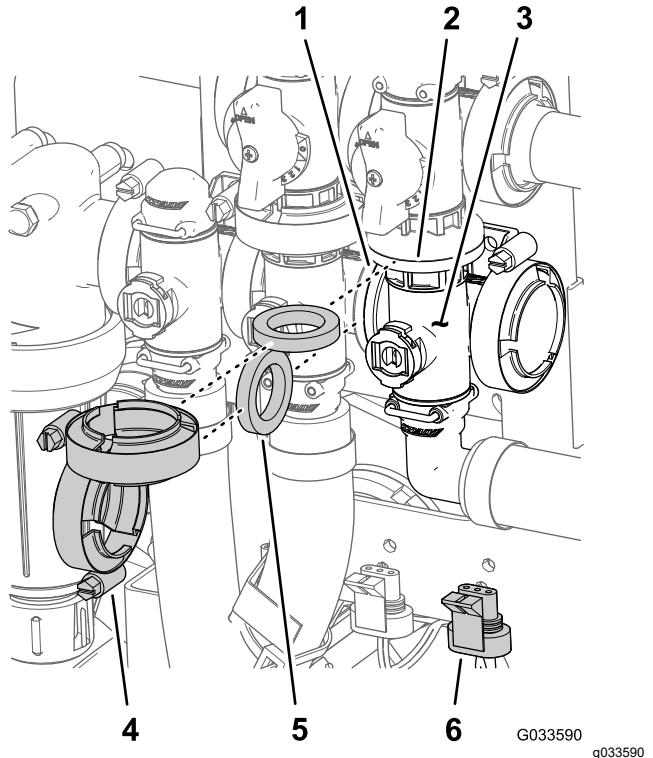

Figure 129
1. Alignez la bride du collecteur de la vanne générale des rampes, un joint et la bride de la vanne de dérivation générale (Figure 129).
2. Fixez en place le collecteur de la vanne générale, le joint et la vanne de dérivation générale des rampes avec un collier serré à la main (Figure 129).
3. Alignez la bride du collecteur de la vanne générale des rampes, un joint et le collecteur de la vanne d'agitation (Figure 129).
4. Fixez en place le collecteur de la vanne générale des rampes, le joint et le collecteur de la vanne d'agitation avec un collier serré à la main (Figure 129).
7. Fixez la vanne d'agitation sur son support à l'aide du boulon à embase et du contre-écrou à embase (Figure 129) que vous avez retirés à l'opération 3 de Dépose du collecteur de la vanne générale des rampes \(page 84\), et serrez l'écrou et le boulon à un couple de 10 à 12 N·m (90 à 110 po-lb).